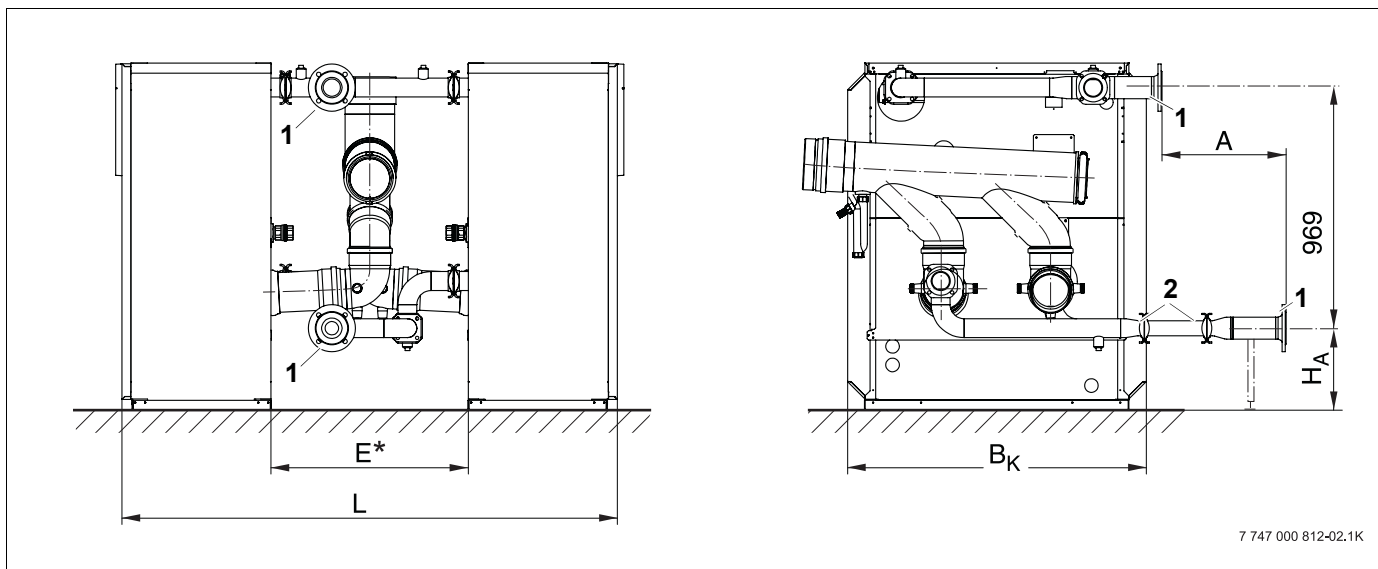

Рис. 2 Размеры каскадного трубного соединения GB312
E (мм)	см. рис. 2 и таб. 2
* См. рис. 2 и таб. 2.
Учтите что при установке запорных вентилей на подающей VK и обратной RK линиях размер E должен быть больше (см. размер E* на рис. 2).
* Размер в скобках нужно выдерживать при монтаже запорных вентилей (приобретаются дополнительно) (см. рис. 2).